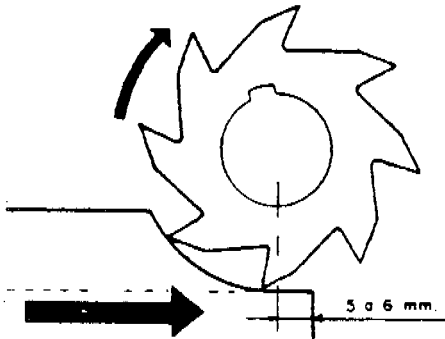
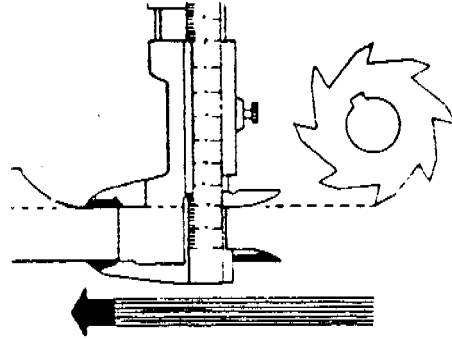

Figura 8
Figura 9
1. En caso de tener que dar una medida, inicie el corte manualmente ( Figura 8 ) y luego retire la mesa para poder medir directamente la pieza ( Figura 9 ) después ponga el avance automático.